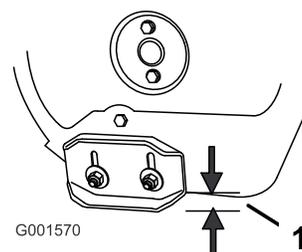

Figure 36
2. Desserrez les écrous de fixation des deux patins aux côtés de la vis sans fin jusqu'à ce que les patins puissent coulisser aisément vers le haut et vers le bas (Figure 36).